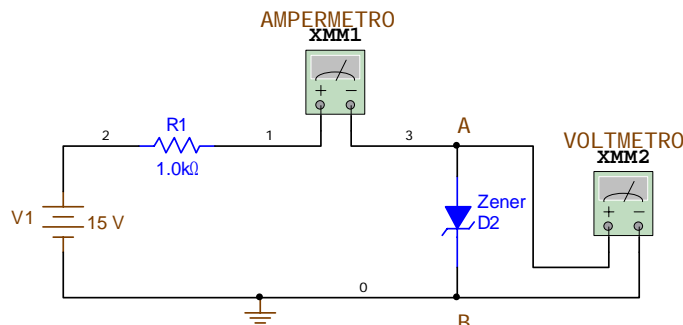

Figura 5
- a) Arme el circuito como se muestra en la figura 5.